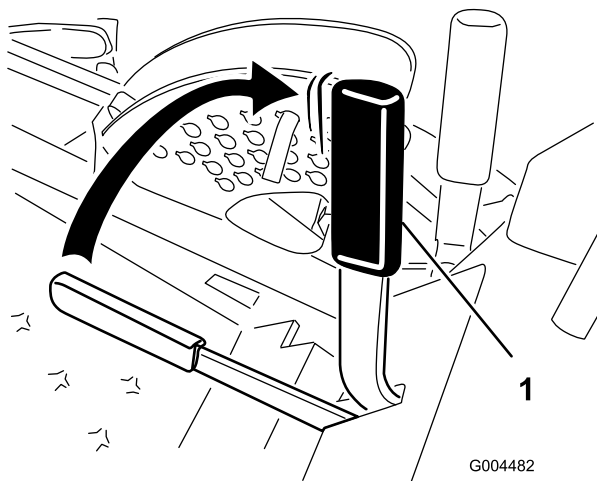

Figure 14
2. Tirez le frein de stationnement vers le haut et l'arrière pour le serrer (Figure 14). Une fois serré, le frein de stationnement ne doit plus bouger.
Poussez le levier du frein de stationnement vers l'avant et vers le bas pour le desserrer (Figure 14).